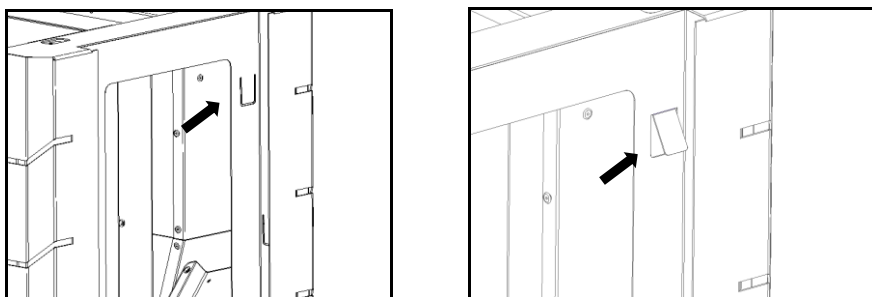

Figura 25 - Apoios da cerâmica e vidro
g) Para colocar a frentes em vidro ou cerâmica no equipamento Kili, antes de realizar o procedimento referido no ponto anterior deve dobrar umas patilhas que se encontram na estrutura lateral (Figura 25), de forma a garantir que as peças não fiquem soltas na estrutura (é necessário virar 6 patilhas).